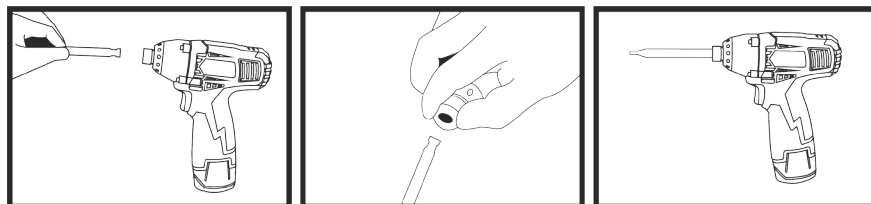

Fig. 3 – Instalación del Bits
3. Para colocar el bit empujar hacia la traba de enganche rápido (1) como se muestra en la Fig. 3, insertar el bit y liberar la traba.